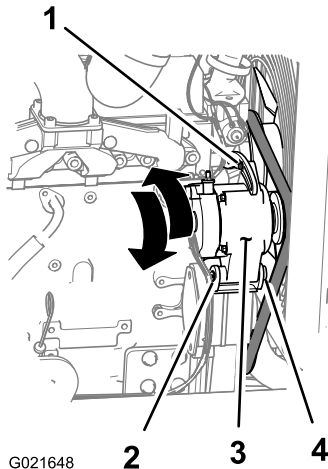

Figure 111
3. Desserrez l'écrou et le boulon au point de pivotement de l'alternateur (Figure 111).
4. Desserrez le boulon de réglage sur l'alternateur (Figure 111).
5. Éloignez l'alternateur du moteur pour accroître la tension de la courroie et rapprochez l'alternateur du moteur pour réduire la tension de la courroie (Figure 111).
6. Resserrez le boulon de réglage de l'alternateur (Figure 111).
8. Si la tension de la courroie est correcte, serrez l'écrou et le boulon au point de pivotement de l'alternateur (Figure 111); dans le cas contraire, répétez les opérations 4 à 7.